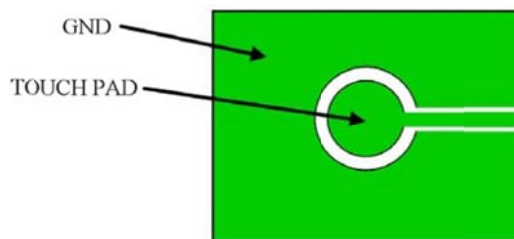

图 6 TOUCH PAD 参考画法
- (1)、C_j 指调节灵敏度的电容, 电容值大小 0pF~75pF。
- (2)、R₁ 是触摸电极和触摸输入脚之间串联的电阻, 用于提高触摸的抗干扰能力。R₁ 的取值范围为 1KΩ~10KΩ, 电阻越大抗干扰能力越强, 但是灵敏度会降低, 建议折中取值。如果使用环境干扰小, R₁ 可以不接。
- (3)、VDD 与 GND 间需并联滤波电容 C₁ 以消除噪声, 建议取值 1μF~10μF 或更大的滤波电容。供电电源必须稳定, 如果电源电压漂移或者快速变化, 可能引起灵敏度漂移或者检测错误。
- (4)、TOUCH PAD 的形状与面积、以及与 TCH 引脚间导线长度, 均会对触摸感应灵敏度产生影响。
- (5)、从 TOUCH PAD 到 IC 管脚 TCH 不要与其他快速跳变的信号线并行或与其他线交叉, TOUCH PAD 需用 GND 保护, 请参考图 6。